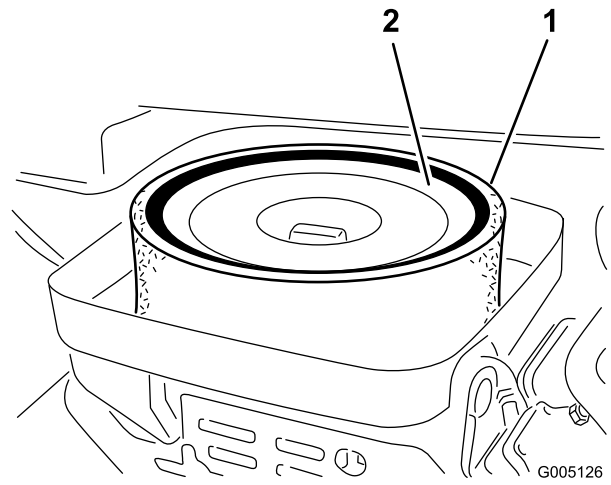

Figura 41
3. Retire la tuerca de orejeta que sujeta los elementos a la carcasa del limpiador de aire (Figura 41).
4. Si el elemento de gomaespuma está sucio, sepárelo del filtro de papel (Figura 41). Límpielo a fondo, de la manera siguiente: